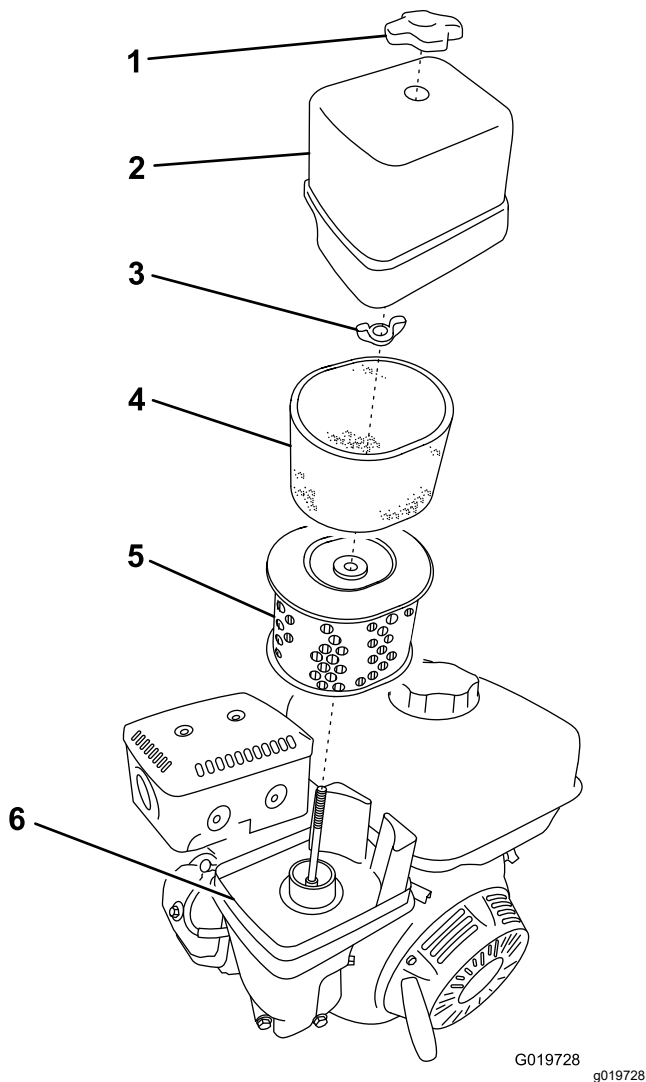

Figure 22
3. Retirez l'écrou de fixation du couvercle (Figure 22).
- Déposez les éléments en mousse et papier de la base (Figure 22).
- Retirez l'élément en mousse de l'élément en papier (Figure 22).